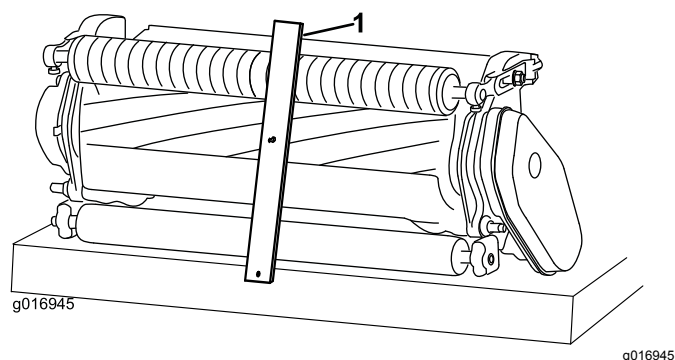

Figura 15
2. Prenda a cabeça do parafuso ao indicador da altura de corte no lado direito da extremidade cortante da lâmina de corte e apoie a extremidade traseira da barra na traseira do rolo (Figura 15).